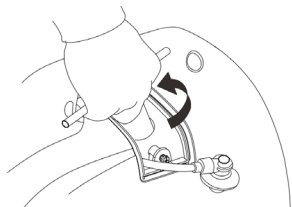

Fig. 24 – Removiendo la bujía
5. Con el auxilio de una llave de bujía remueva la bujía (fig. 24);